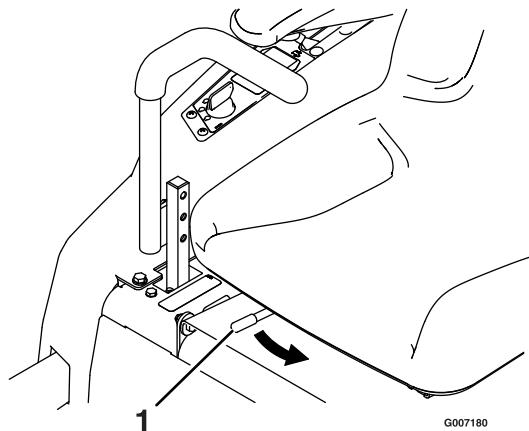

Figura 17
1. Per rilasciare il binario di regolazione del sedile spingete la leva di regolazione verso il centro della macchina (Figura 17).